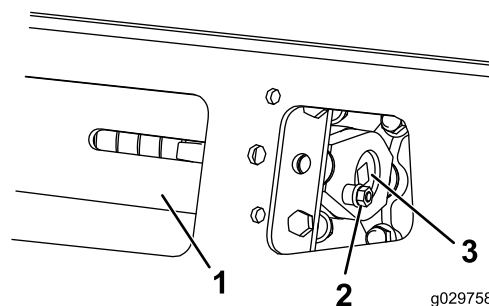

Figure 59
- Enlevez le boulon de blocage, l'entretoise et l'écrou (Figure 59).
- Alignez l'encoche la plus proche dans la vis de tension et le trou du boulon de blocage, et fixez la vis avec le boulon et l'écrou de blocage (Figure 59).
4. Enlevez le boulon et l'écrou de blocage (Figure 59).
5. À l'aide d'une clé à cliquet de ½ pouce, tournez la vis de tension dans le sens horaire pour détendre la transmission (Figure 59 et Figure 65).